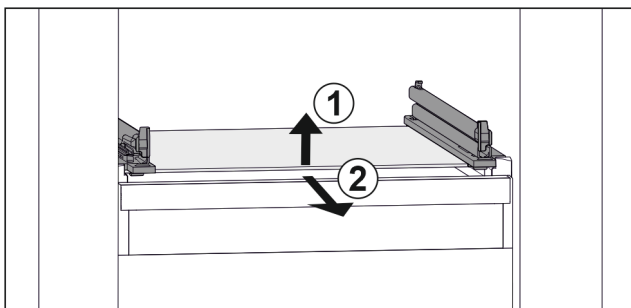

Fig. 166 Reprezentare exemplificativă a plăcii de sticlă
- ▶ Ridicați placa de sticlă din față. Fig. 166 (1)
- ▶ Extrageți placa de sticlă spre înainte. Fig. 166 (2)